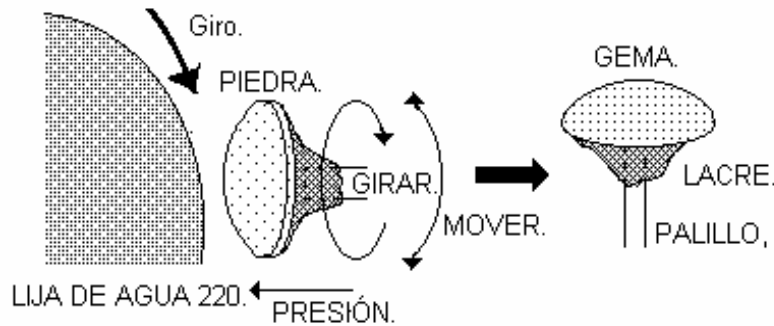

Figura 20: Primer paso de lijado de la piedra.
A) Se emplea una **lija 220x de agua** girando, una vez mojada se realiza el mismo proceso que en el esmerilado, incluyendo la cintura de la piedra, hasta obtener la forma más perfecta posible (**Figura 20**).